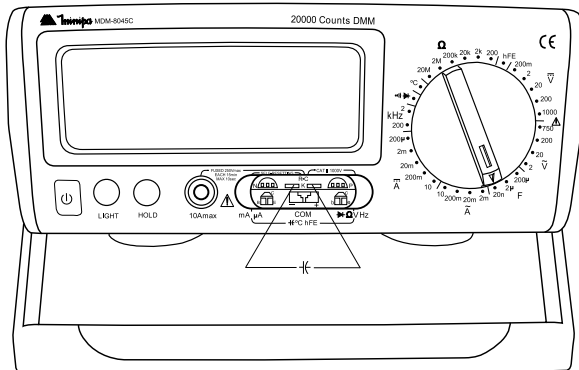

Figura 7
3. Conecte o capacitor nos terminais indicados pela Figura 7 acima.